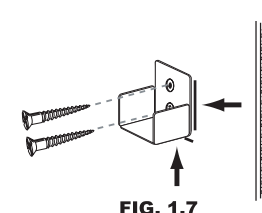

FIG. 1.7
10. Enlever la tablette et placer l'équerre sur les traits pour marquer l'emplacement des trous de vis. Fixer l'équerre avec des vis n° 8 de 1-1/2 pouce (Fig. 1.7). S'il n'y a pas de poteau mural, utiliser les dispositifs d'ancrage en plastique fournis.